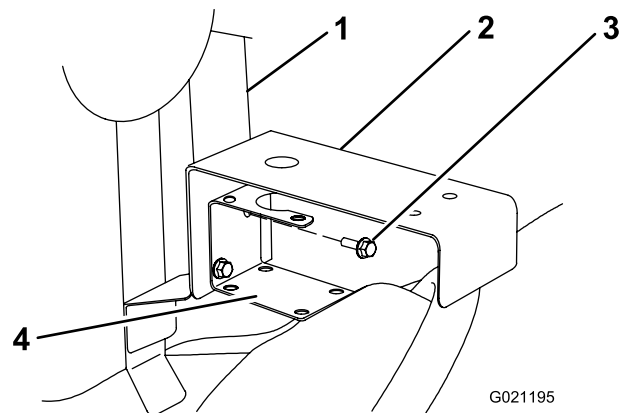

Bild 7
- Befestigen Sie das Regelventil zwischen der Halterung des Zufuhr-T-Anschlusses und dem Fahrzeug (Bild 7).
- Befestigen Sie die Halterung des Zufuhr-T-Anschlusses und die Regelventilhalterung mit den in Schritt 6 entfernten Schrauben am Befestigungsrahmen (Bild 7).